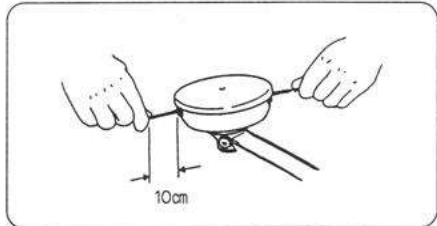

図9
⑧セットが確認されましたらナイロンコードを引っ張りコード出寸法がコード出口より約10cmのところ切断してください。(図9)